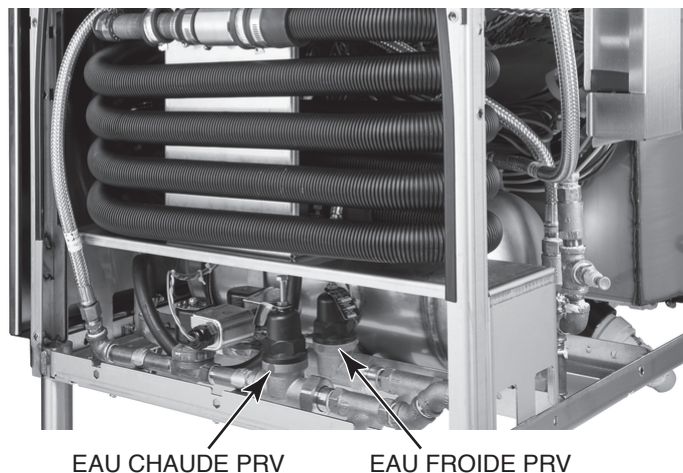

Fig. 18
7. Lorsque l'appareil se remplit aux fins du rinçage final, régler le régulateur de pression d'eau chaude au rinçage final (Fig. 18) jusqu'à ce que la pression du manomètre du rinçage final indique 20 +/- 5 psi.